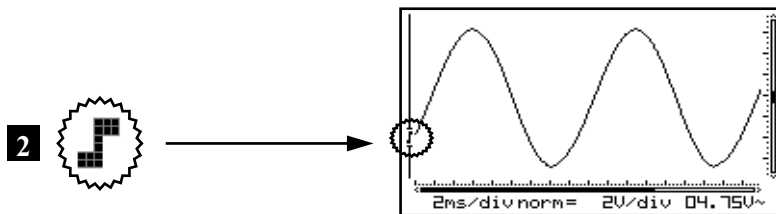

Fig 48
2. **Arranque en el flanco descendente de la señal:** la pantalla visualiza la señal solamente cuando detecta un flanco negativo, es decir, la señal tiene que cambiar de arriba hacia abajo para provocar el arranque. (*Fig. 48*)